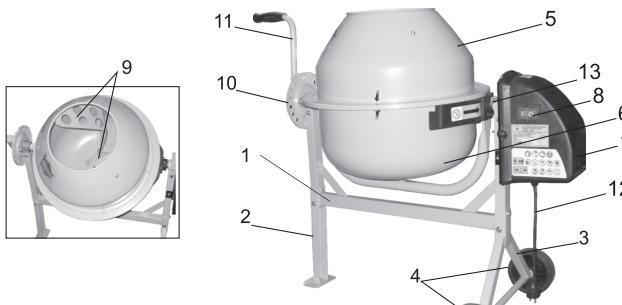
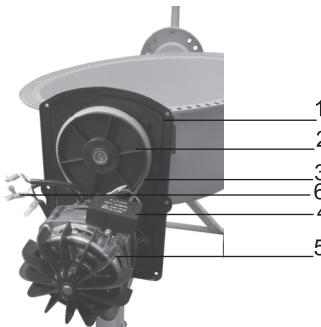

рис. 1
рис. 2
4.1 Общий вид бетоносмесителя схематично представлен на рис. 1
Бетоносмеситель состоит из подставки 1 (рис. 1), к которой закреплены дополнительная опора 2 (рис. 1) и ось 3 (рис. 1) с колёсами 4 (рис. 1), на подставку смонтирован барабан в сборе, состоящий из верхней части 5 (рис. 1) и нижней части 6 (рис. 1) и опорами. Внутри барабана установлены лопасти 9 (рис. 1). На оси барабана закреплён фиксирующий диск 10 (рис. 1) и ручка опрокидывания барабана 11 (рис. 1), на противоположной стороне подставки установлена втулка с кронштейном 13 (рис. 1) к которой закреплён привод бетоносмесителя в сборе 7 (рис. 1).
Привод бетоносмесителя состоит из электрического двигателя 5 (рис. 2), малого и большого шкивов 2 (рис. 2), ремня 3 (рис. 2), панели привода 1 (рис. 2), конденсатора 4 (рис. 2), кнопки запуска 8 (рис. 1), провода электрического 12 (рис. 1).
Осторожно, с помощью двух человек, установите нижнюю часть барабана 6 (рис. 1) на собранную опору и закрепите.
Установите лопасти 9 (рис. 1) внутри нижней части барабана 6 (рис. 1) и закрепите их.
Установите верхнюю часть барабана **5** (рис. 1) на нижнюю часть, убедитесь, что лопасти барабана свободно двигаются внутри. Закрепите части барабана. Закрепите в верхней части барабана лопасти, таким образом, чтобы прокладка находилась между лопастью и стенкой барабана.
Установите диск фиксации положения барабана **10** (рис. 1) на собранную опору и закрепите.
Поместите пружину в ручку поворота барабана **14** (рис. 1) и нажимайте на ручку до тех пор, пока не совпадут отверстия на ручке барабана и оси барабана. После чего закрепите до момента, когда ручка ещё подвижна.